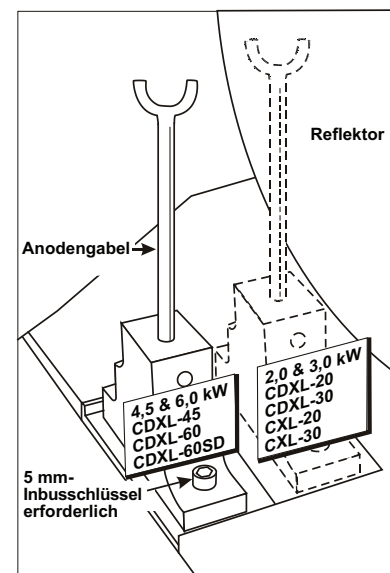

Abbildung 5-4 Position der Lampengabel
- Stellen Sie sicher, dass sich die Anodengabel (Lampengabel) in der korrekten Position befindet. (**Abbildung 5-4**)